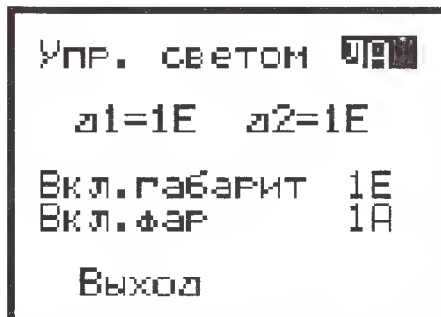

Рис. 20
**"Дат. света".** Для правильной регулировки датчиков освещённости следует дожидаться вечера, чтобы она была такой, при которой уже нужно включить габаритные огни, но ещё рано включать фары. При выборе пункта "Дат. света" изображение на ЖКИ примет вид, показанный на **рис. 20**.